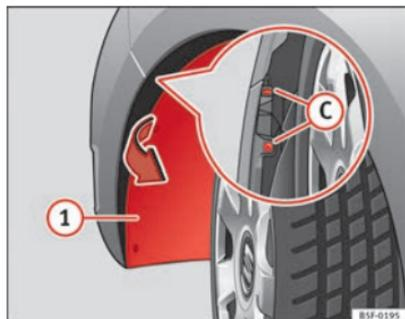

Fig. 190 Projecteur antibrouillard : accès au connecteur et au porte-ampoule.
- Tirez l'aileron **1** ⇒ fig. 190 pour avoir accès aux 2 vis **C** ⇒ fig. 190 du pare-chocs qui sont cachées.